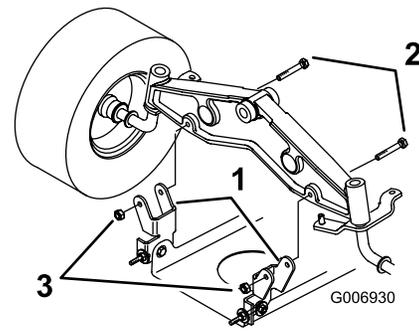

Figura 42
7. Instale los soportes de montaje del cortacésped al eje delantero con los pernos y las contratuercas (Figura 42).